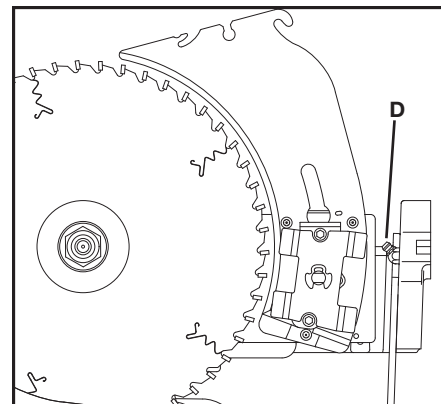

FIG. 82
RACCORDS DE GRAISSAGE DU TOURILLON : graisser le tourillon aux deux raccords (un est illustré à (D) fig. 82) selon les besoins à l'aide de graisse au lithium.